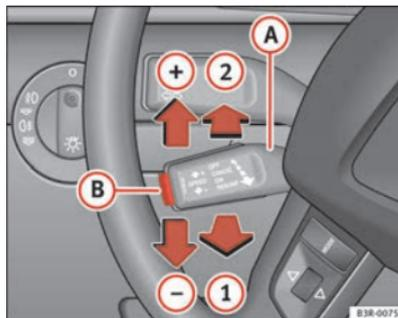

Fig. 140 Comandi dell'impianto di regolazione velocità
- Portare la leva **A** in posizione ⇒ fig. 140 **1** per accendere l'impianto.
- Portare la leva **A** verso l'alto in direzione ⇒ pag. 179, fig. 140 **+**.
- Portare la leva **A** verso il basso in direzione ⇒ pag. 179, fig. 140 **-**.
- Spingendo brevemente la leva **A** verso l'alto in direzione ⇒ pag. 179, fig. 140 **+** la velocità impostata aumenta di 2 km/h.
- Spingendo brevemente la leva **A** verso il basso in direzione ⇒ pag. 179, fig. 140 **-** la velocità impostata si riduce di 2 km/h.
Se al momento del disinserimento temporaneo non era memorizzata nessuna velocità, se ne può impostare una nuova nel modo seguente. Raggiungere la velocità desiderata e premere quindi brevemente il tasto \Rightarrow pag. 179, fig. 140 **(B)** (SET).
- Premere la leva **(A)** \Rightarrow pag. 179, fig. 140 fino a raggiungere la posizione **(2)** (fino allo scatto).